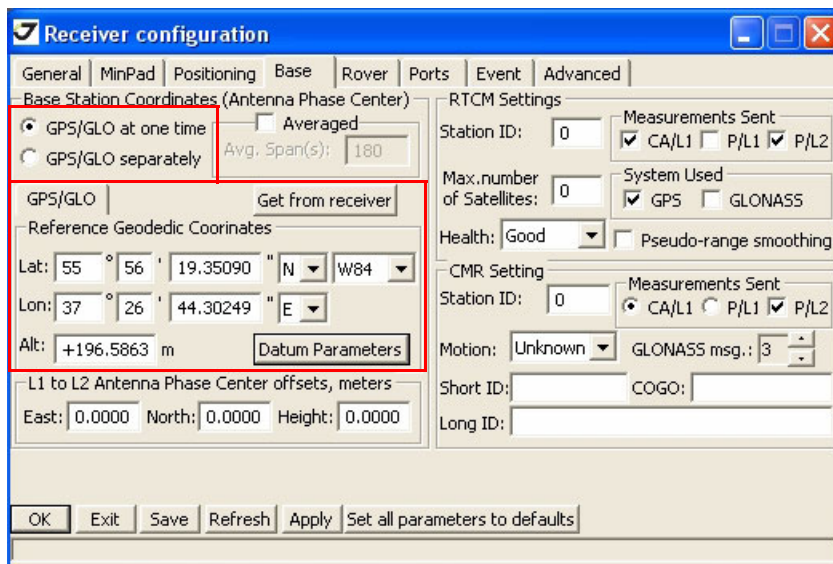

Рисунок 3-10. Закладка Base
- Для базового приемника (базы) откройте закладку *Base* и настройте следующие параметры (Рисунок 3-10 на стр. 42), затем нажмите *Apply*.